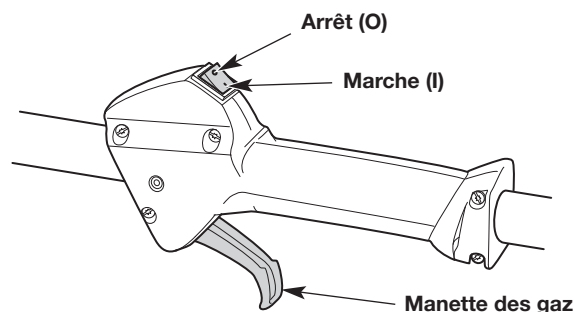
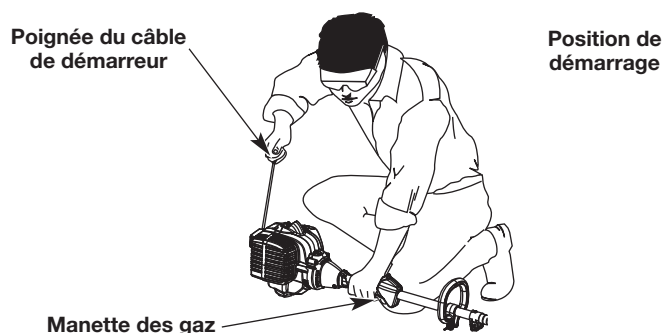

Fig. 8
Fig. 10
**AVERTISSEMENT** : évitez tout démarrage accidentel de l'appareil. Pour éviter toute blessure grave, l'opérateur et l'appareil doivent être tous deux en position stable quand l'opérateur tire sur le câble de démarreur (Fig. 10).
**REMARQUE** : il n'est pas nécessaire de démarrer l'appareil. L'interrupteur de marche/arrêt est constamment en position de marche (I) (Fig. 8).
5. Accroupissez-vous en position de démarrage (Fig. 10).
6. Appuyez sur la manette des gaz (Fig. 8) et tirez sur le câble de démarreur d'un mouvement contrôlé et ferme à **5 reprises** (Fig. 10).
2. Appuyez sur l'interrupteur de marche/arrêt et maintenez-le enfoncé en position d'arrêt (O) jusqu'à ce que le moteur s'arrête complètement (Fig. 8).